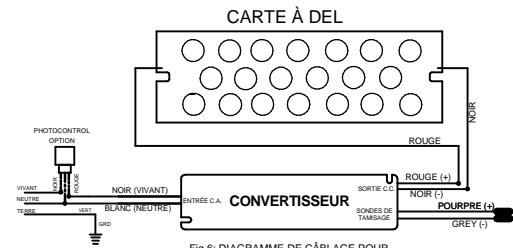
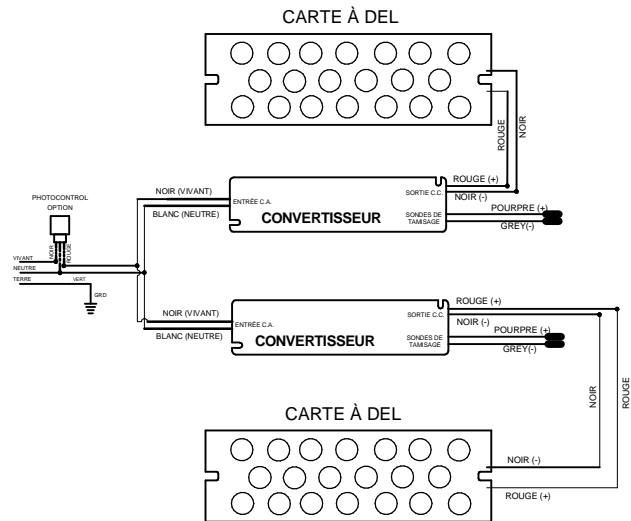

Fig 6: DIAGRAMME DE CÂBLAGE POUR PROJECTEUR RFL4
Fig 7: DIAGRAMME DE CÂBLAGE POUR PROJECTEUR RFL5
- Connectez le Photocontrol comme indiqué à la Fig.6 pour RFL4 ou à la Fig 7 pour RFL5.